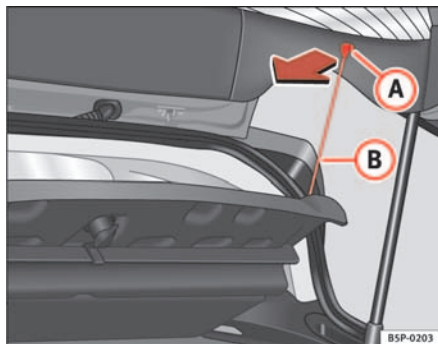

Abb. 119 Hutablage
- Die Streben \Rightarrow Abb. 119 **B** aus den Aufnahmen **A** aushängen